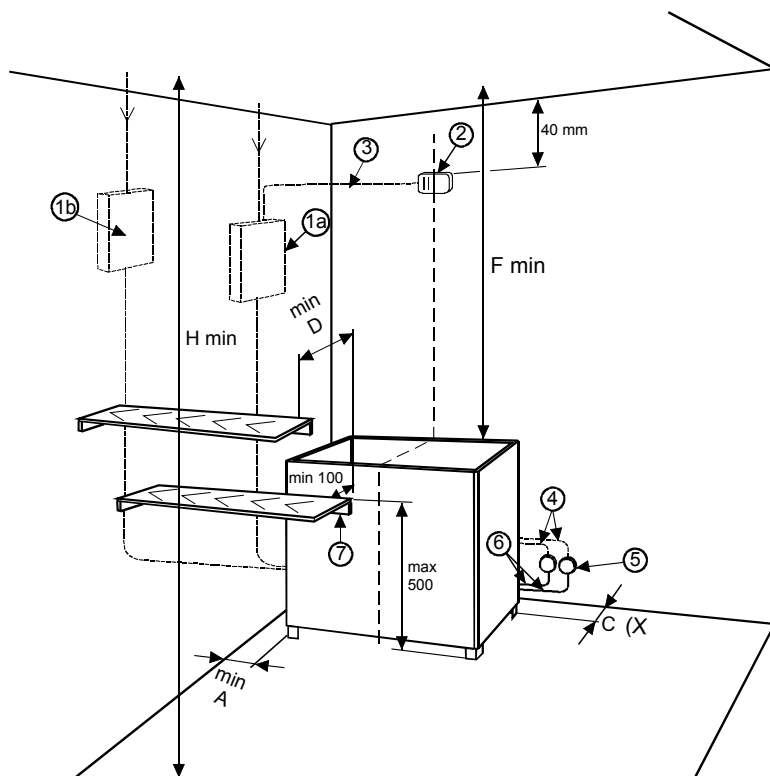

Bild 1
- Kontrollera installationsmått som anges i bild 1 och bild 2. Dessa måste ovillkorligen följas. Avvikelse från dessa medför brandfara.
När du fäster aggregatet måste du beakta minimiavstånden till bastuns brännbara ytor enligt tabell 1 och tabell 2 samt bild 1 och bild 2. Miniavstånden finns också på aggregatets märkskylt. Väggarna bakom aggregatet och taket får inte fodras med t.ex. eternitkivor eftersom en sådan fodring orsakar en för stor temperaturökning i väggmaterialet. Aggregatet får inte installeras i en fördjupning eller omges av ett slutet skydd. Tillåtet vägg- och takmaterial är träpanel. Endast ett aggregat får installeras i bastun